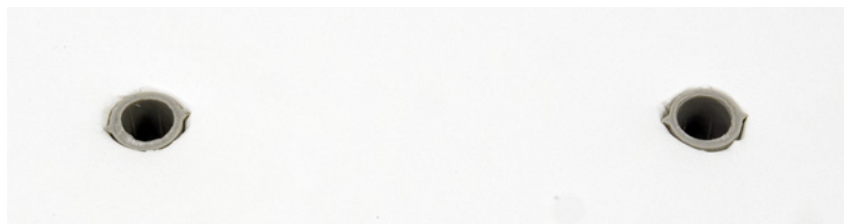

图 4. 在墙上安装塑料干墙锚
- 4 如果需要，将提供的干墙锚安装到钻孔中，并确保每个锚都与墙边缘齐平（图 4）。